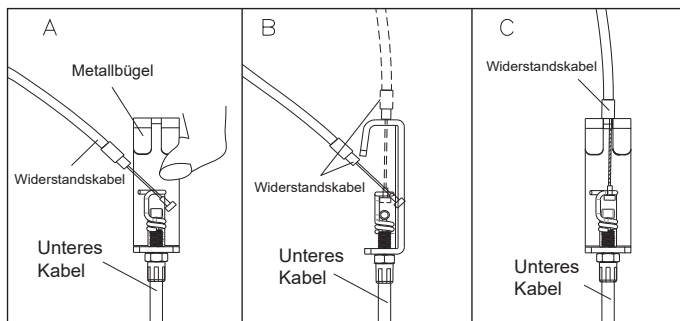

Abb. 4
3.1 Verbinden Sie das Widerstandskabel fest mit dem unteren Kabel, ziehen Sie dann das Widerstandskabel nach oben und hängen Sie es in das Loch der Metallhalterung. (siehe Abb. 4).